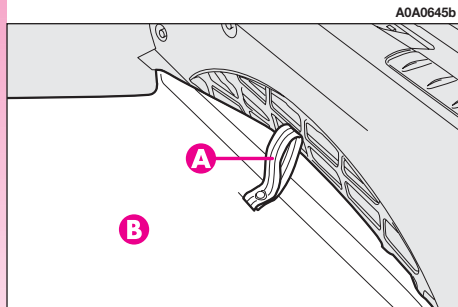

fig. 2
- En se servant de la poignée (**A-fig.2**) enlever le préformé de revêtement rigide (**B**).